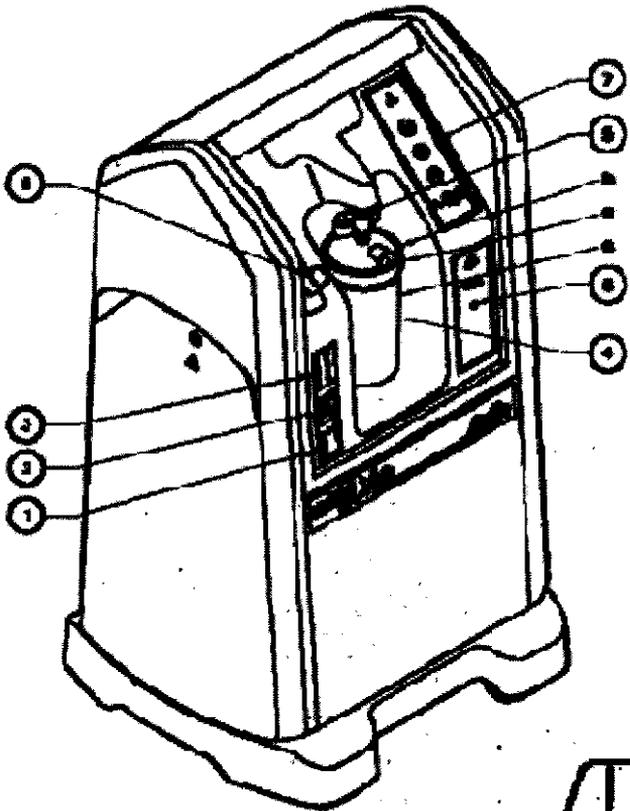

Fig. I.1
**I. 1. Parte delantera (fig. I.1)**